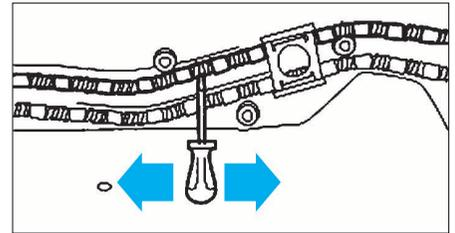

FIG. 83
- Régler la position de l'axe de guidage du câble gauche. Pour cela, déplacer le câble à l'aide d'un tournevis (Fig.83).